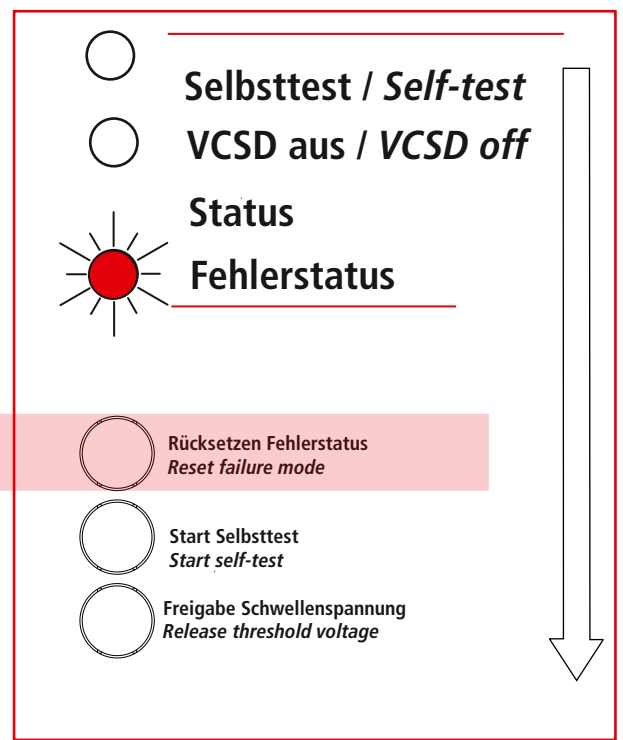

Fig. 4.3.2b
- Nach einer Fehleranalyse (siehe Tabelle 1, Seite 23). und ggf. Beseitigung des Fehlers kann der **Fehlerstatus** durch Drücken der Taste „**Rücksetzen Fehlerstatus**“ wieder beendet werden (siehe Fig. 4.3.2b).